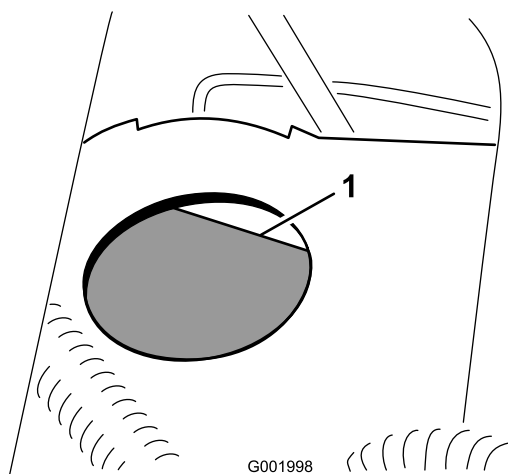

Figure 57
- Le niveau de liquide doit atteindre le repère maximum sur le réservoir (Figure 57).